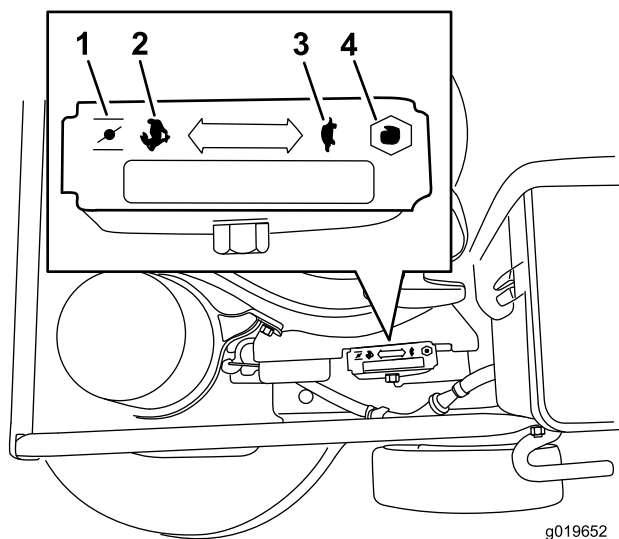

Рисунок 12
3. Установите регулятор дроссельной заслонки в положение Choke (Заслонка) (Рисунок 12).